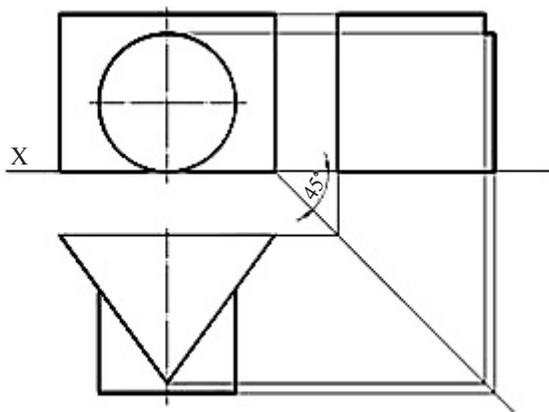

Рис. 33. Построение профильной проекции пересекающихся геометрических тел
3. Построить профильную проекцию геометрических тел при помощи наклонной линии под углом 45° к оси x и вспомогательных линий (рис. 33).